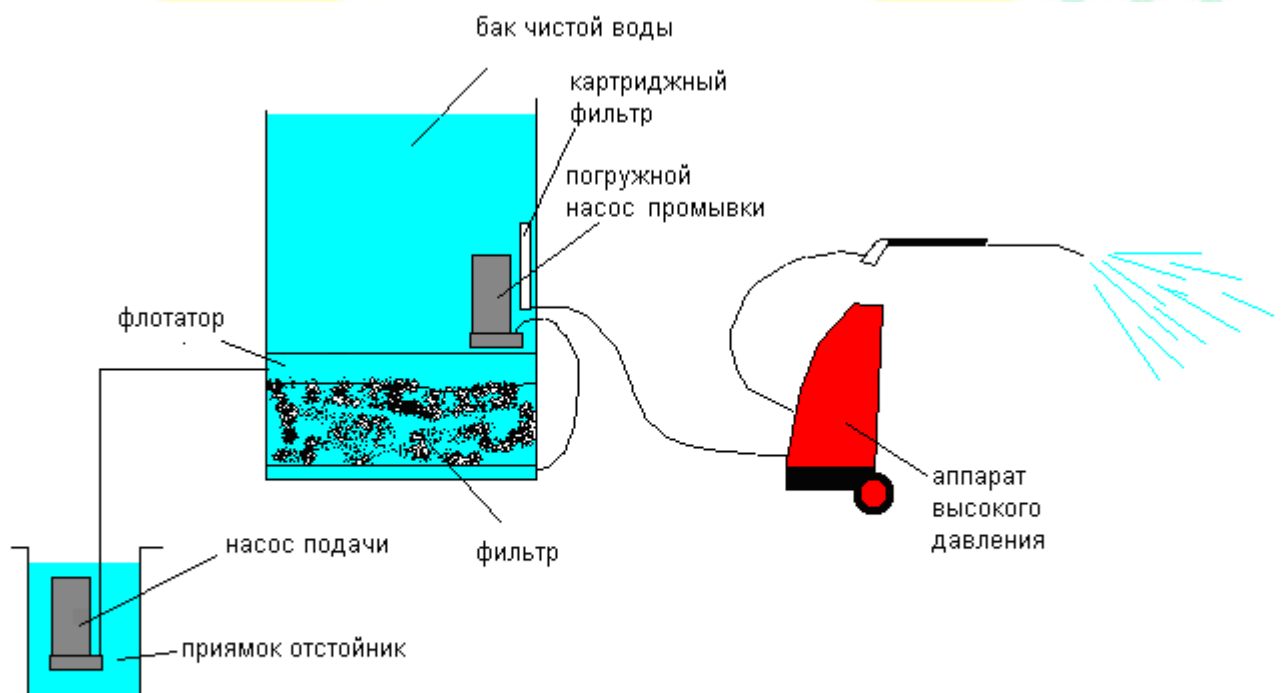

Рис. 6.1.
6.1. Принципиальная схема установки УКО®-1 приведена на рис. 6.1.